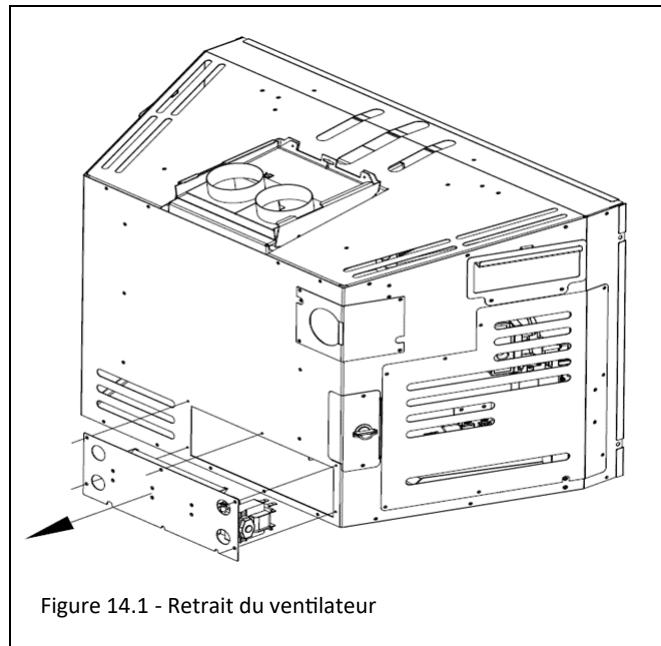

Figure 14.1 - Retrait du ventilateur
5. Retirer les (6) vis qui retiennent le support de ventilateur au foyer. Voir Figure 14.1. Tirez vers vous le support de ventilateur et déconnecter les fils de connexion. Reconnecter les fils au kit de ventilateur de recharge et réinstaller les pièces dans l'ordre inverse.